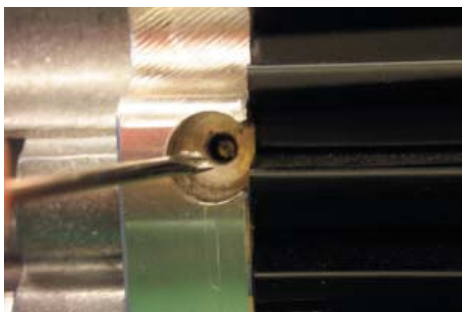

Ilustración 9
5. Introduzca una hoja de destornillador plana del tamaño apropiado (vea N° 4) y enganche la ranura del tornillo de ajuste de latón. Vea la Ilustración 9.